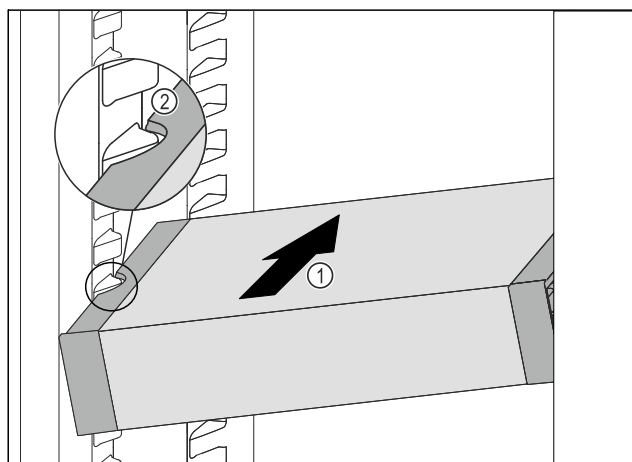

Fig. 101
- Zasuňte VarioSafe do chladničky pod úhlem tak Fig. 101 (1), aby vybrání na bocích Fig. 101 (2) VarioSafe byla na úrovni žebrování na nádobý v chladničce.